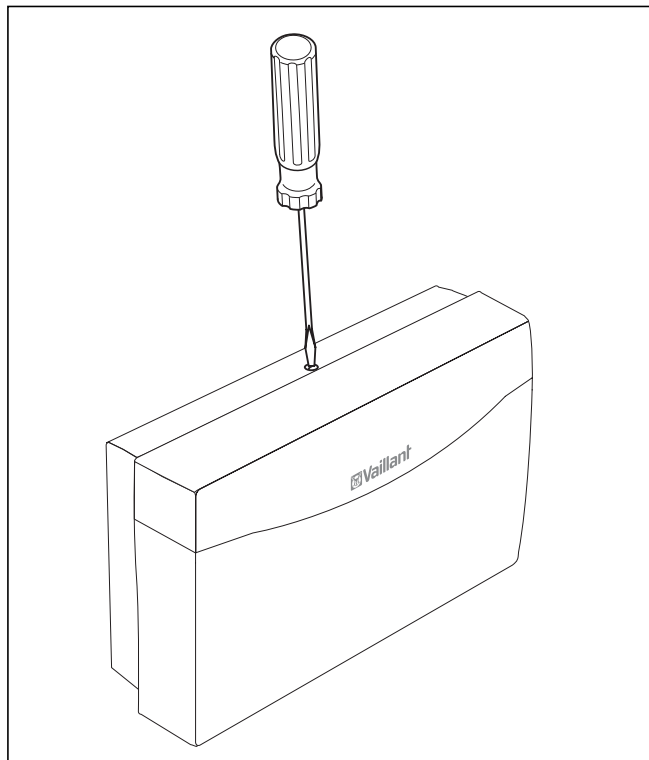

Рис. 5.1 Открывание корпуса
- ⇒ Отметьте на соответствующем месте обе точки крепежа в соответствии с крепежными отверстиями (1).
- ⇒ Привинтите крышку корпуса согласно рис. 5.1.